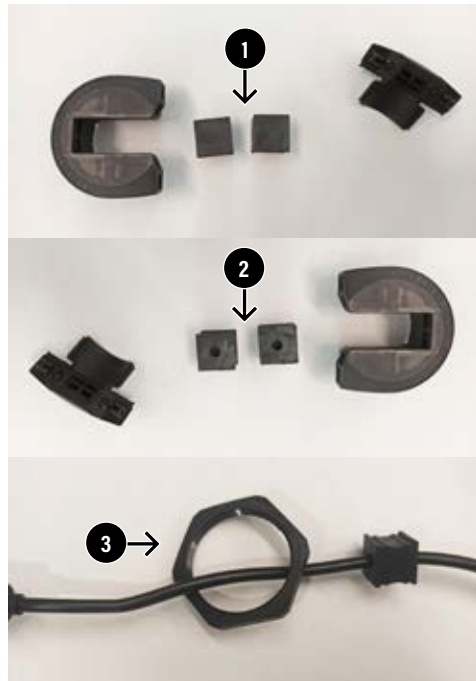

Fig. 19
2. Smontare il pressacavo icotek e rimuovere i gommini di chiusura (n.1 di Fig. 19).
3. Inserire la ghiera di fissaggio (n.3 di Fig. 19) e il gommino di chiusura (n.2 di Fig. 19) sul cavo dell'alimentatore.
Una volta effettuato l'accesso si aprirà il pannello di controllo della centralina (Fig. 19) che permette di gestire tutti gli aspetti della colonnina (vedi paragrafo Pannello di controllo).